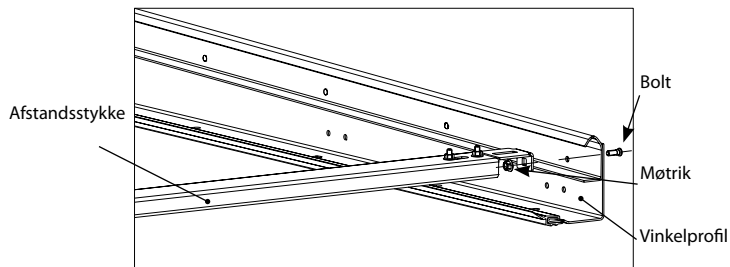

Fig. 7.6. Fastgøre afstandsprofil
- For at fastgøre afstandsprofil til vinkelprofil (fig. 7.6). gøres følgende: